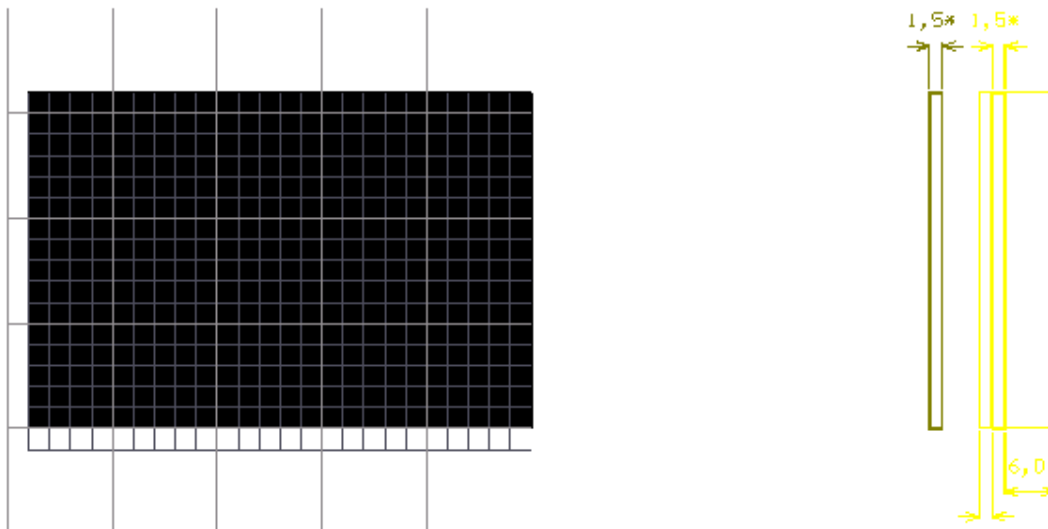

Рис. 110. Контур платы
2. На свободном месте создать контур платы размером 60x40 мм, выбрав Design>>Board Shape>>Redefine Board Shape. Для удобства можно ориентироваться на подсказки в левом верхнем углу рабочего поля (dx, dy), а также будет удобнее вычерчивать контур, если выбрать шаг 20 мм. Выровнять контур платы относительно вида сбоку, используя Design>>Board Shape>>Move Board Shape, см. Рис. 110.